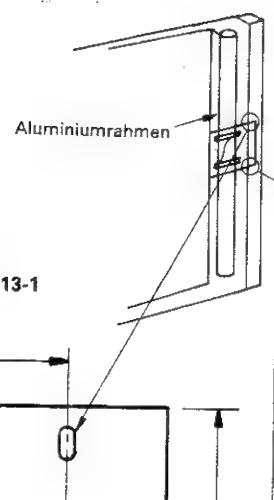
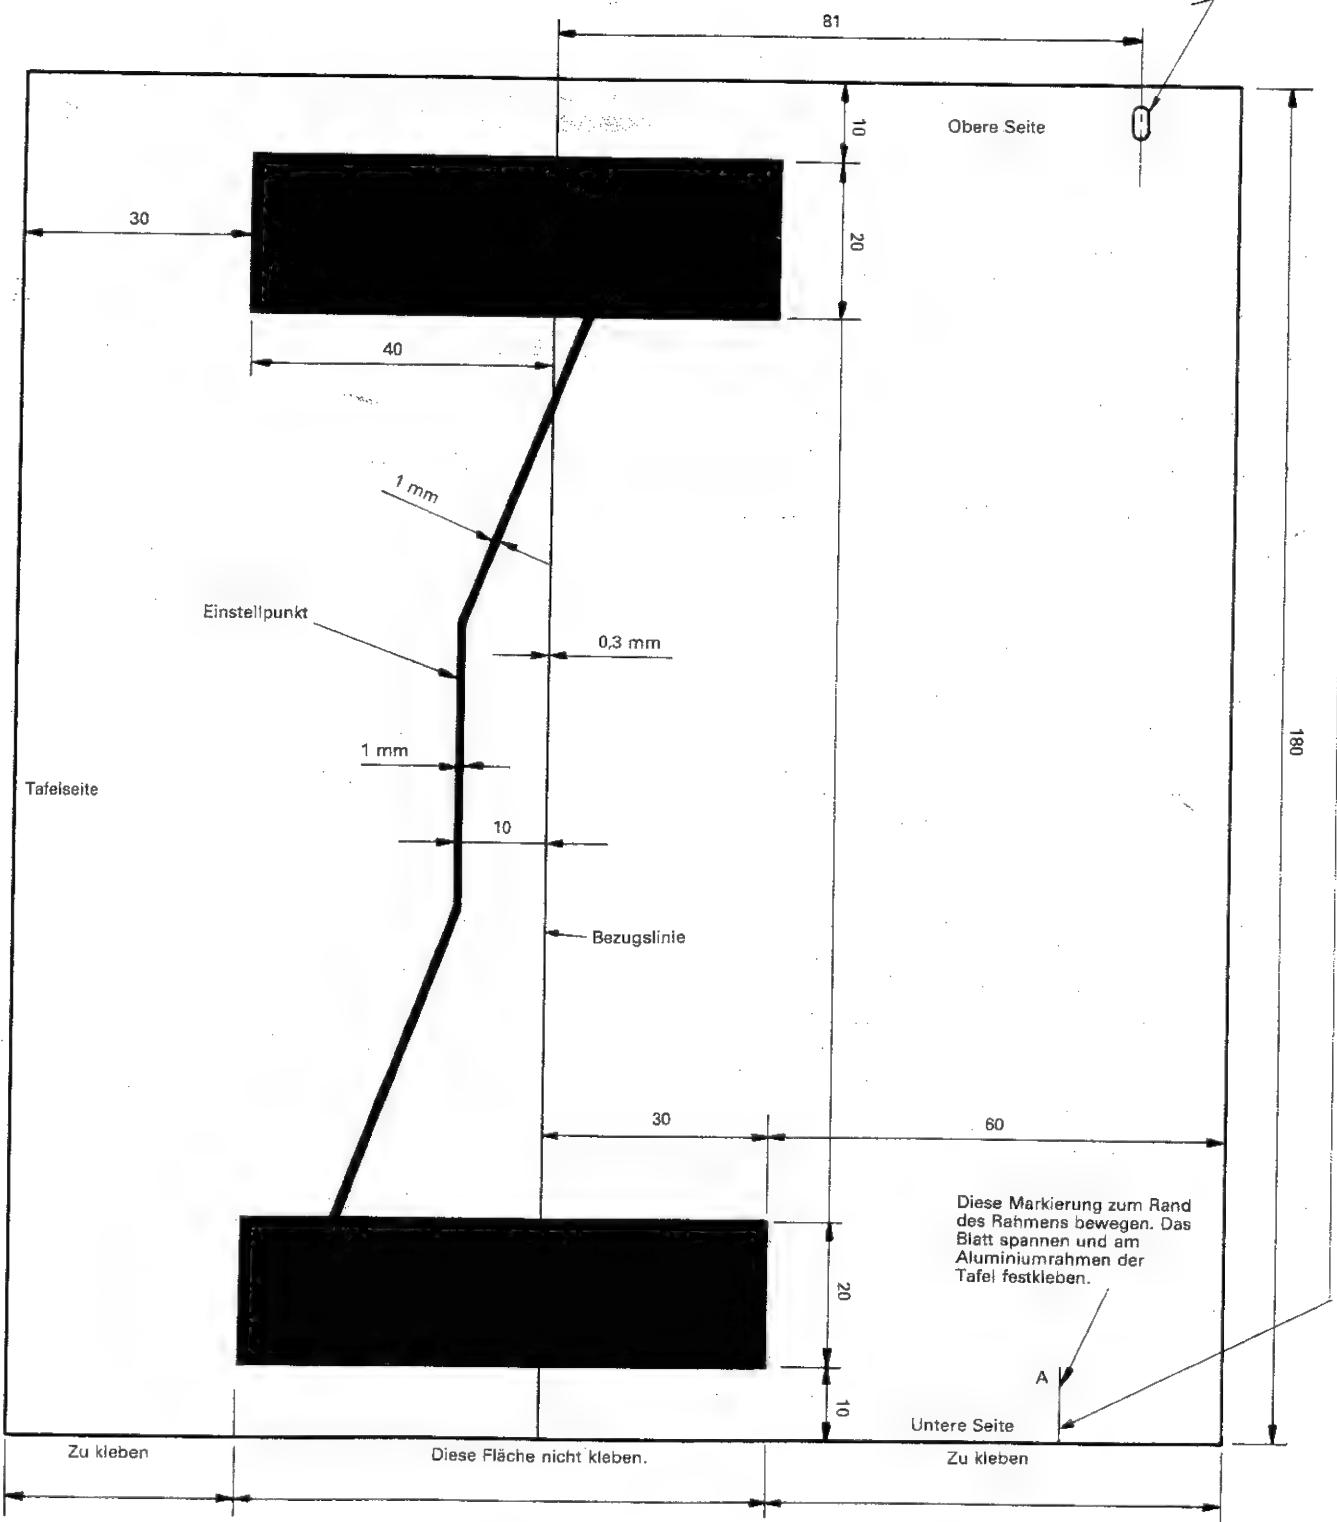

Abbildung 13-1
Abbildung 13 Tabelle für die Positionseinstellung
- (1) Die Rückwand entfernen, und den Drucker anbringen.
- (2) Das Einstellblatt so anbringen, daß die aus Abbildung 13 ersichtlichen Markierungen A-A gemäß Abbildung 13-1 genau an die Ränder des Rahmens kommen.
- (3) "BOARD" des Blattes auf der anderen Seite der A-A-Markierungen an der Innenseite des Aluminiumrahmens anbringen, wobei das Blatt straff gespannt sein sollte.
- (4) Den Netzschalter einschalten, und die anfängliche Einstellung vornehmen.